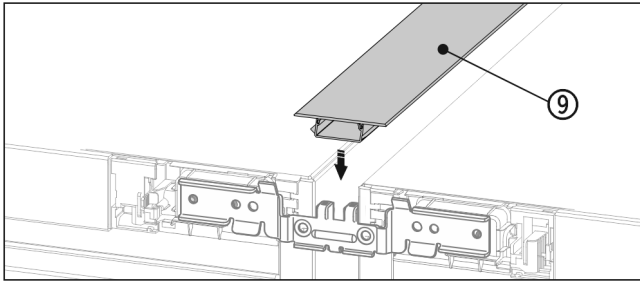

Fig. 21
- ▶ Tryck in den korta täcklisten Fig. 21 (9) i den horisontella spalten på ovasidan.